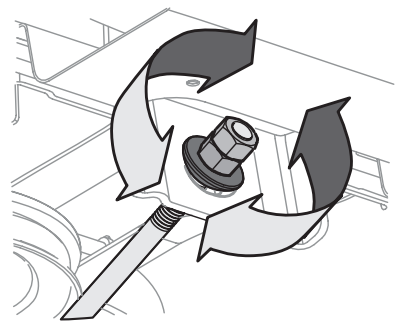

Figura 21
4. Para **elevantar** el frente de la plataforma, afloje la tuerca exterior y luego apriete (rosca hacia adentro) la tuerca contra el soporte de suspensión delantera. Consulte la Figura 21. Cuando se logre el ajuste correcto, vuelva a apretar la tuerca exterior hasta 25-30 pies-libras (33.9-40.7 N-m).
5. Para **bajar** el frente de la plataforma, afloje la tuerca exterior y luego afloje (rosca hacia afuera) la tuerca, alejándola del soporte de suspensión delantera. Consulte la Figura 21. Cuando se logra el ajuste correcto, vuelva a apretar la tuerca exterior.